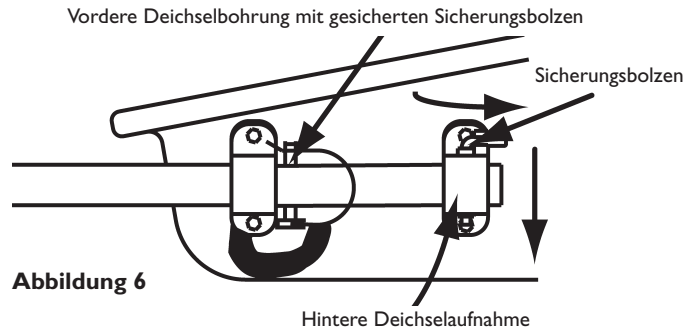

Abbildung 6
- c) Sichern Sie die Ausleger, indem Sie die hinteren Sicherungsbolzen in Richtung Heck schwenken und in den dafür vorgesehenen Aufnahmen einrasten (s. Abbildung 6).
- d) Schieben Sie die beiden vorderen Sicherungsbolzen durch die **vorderen** Auslegerbohrungen (s. Abbildung 6).